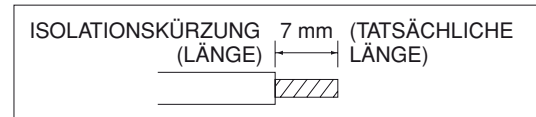

Abb. 28
- (1) Trennen Sie das Kabel mit einem Seitenschneider ab und entfernen Sie die Isolierung, um die Kabelader um ca. 7 mm freizulegen. Beachten Sie das Etikett neben der Klemmenplatte (Abb. 28).
- (2) Lockern Sie die Klemmschraube mit einem Schraubendreher an der Klemmenplatte.
- (3) Führen Sie den Draht ein und ziehen Sie danach die Schraube mit dem Schraubendreher wieder gut fest.